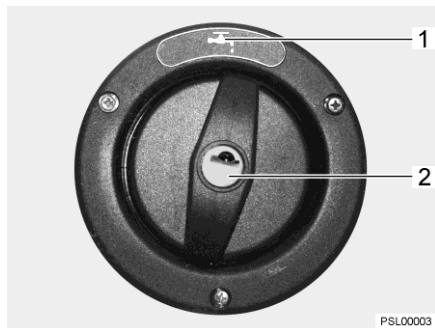

Fig. 66 Tapa de cierre para el tubo de llenado de agua potable
El tubo de llenado de agua potable está identificado con el símbolo "☺" (Fig. 66,1). La tapa de cierre se abre o cierra con la llave para las cerraduras de trampilla exteriores.
- Introducir la llave en el cilindro de cierre (Fig. 66,2) y girarla un cuarto de vuelta en sentido contrario a las agujas del reloj.
- Abrir el tubo de llenado de agua potable (Fig. 66).